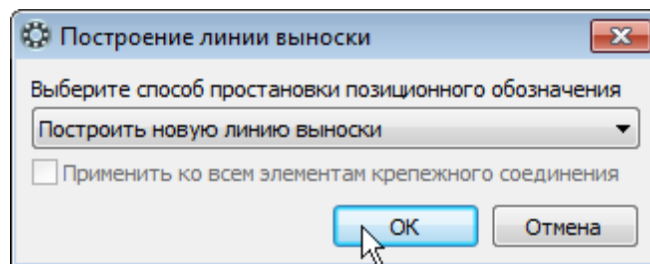

Рисунок 24.
- В окне Построение линии-выноски нажмите кнопку ОК (рис. 24)